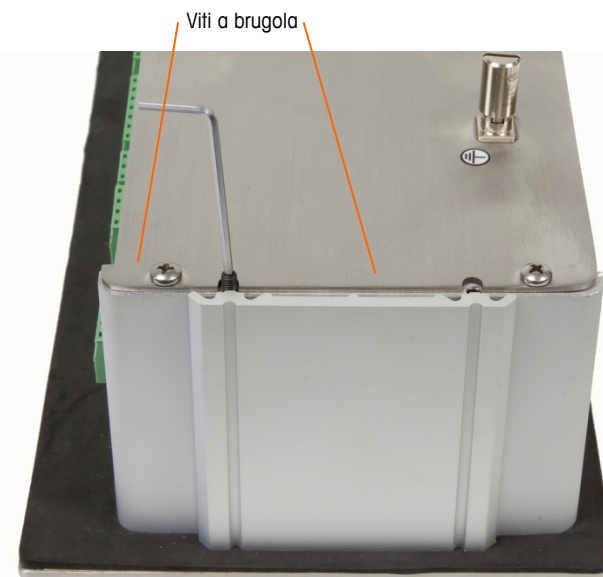

Figura 3-8: Staffe di serraggio installate
7. Fissare il terminale al pannello inserendo le staffe di supporto nei canali sul lato dell'armadietto dell'IND560x e installando le quattro viti a brugola, come illustrato in Figura 3-8. Serrare le viti a 0,55 Nm (5 pollici libbre).